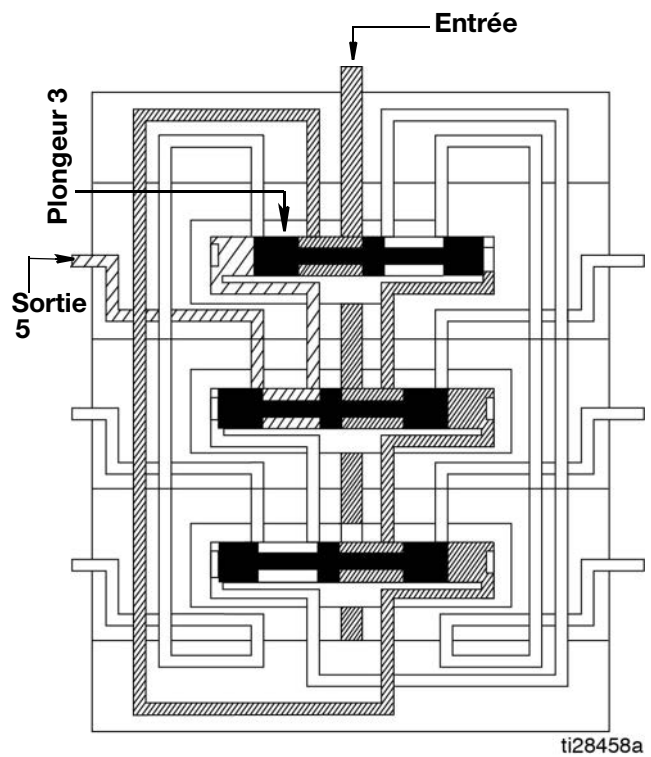

FIG. 15
2. Le plongeur 3 s'ouvre en fournissant du lubrifiant à la sortie 5 (FIG. 15).